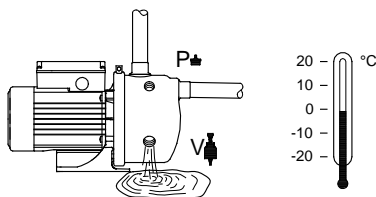

Рис. 8 Опорожнение насоса
Чтобы слить из насоса воду, удаляется резьбовые пробки (P) и (V) или эжекторный клапан. См. рис. 8.